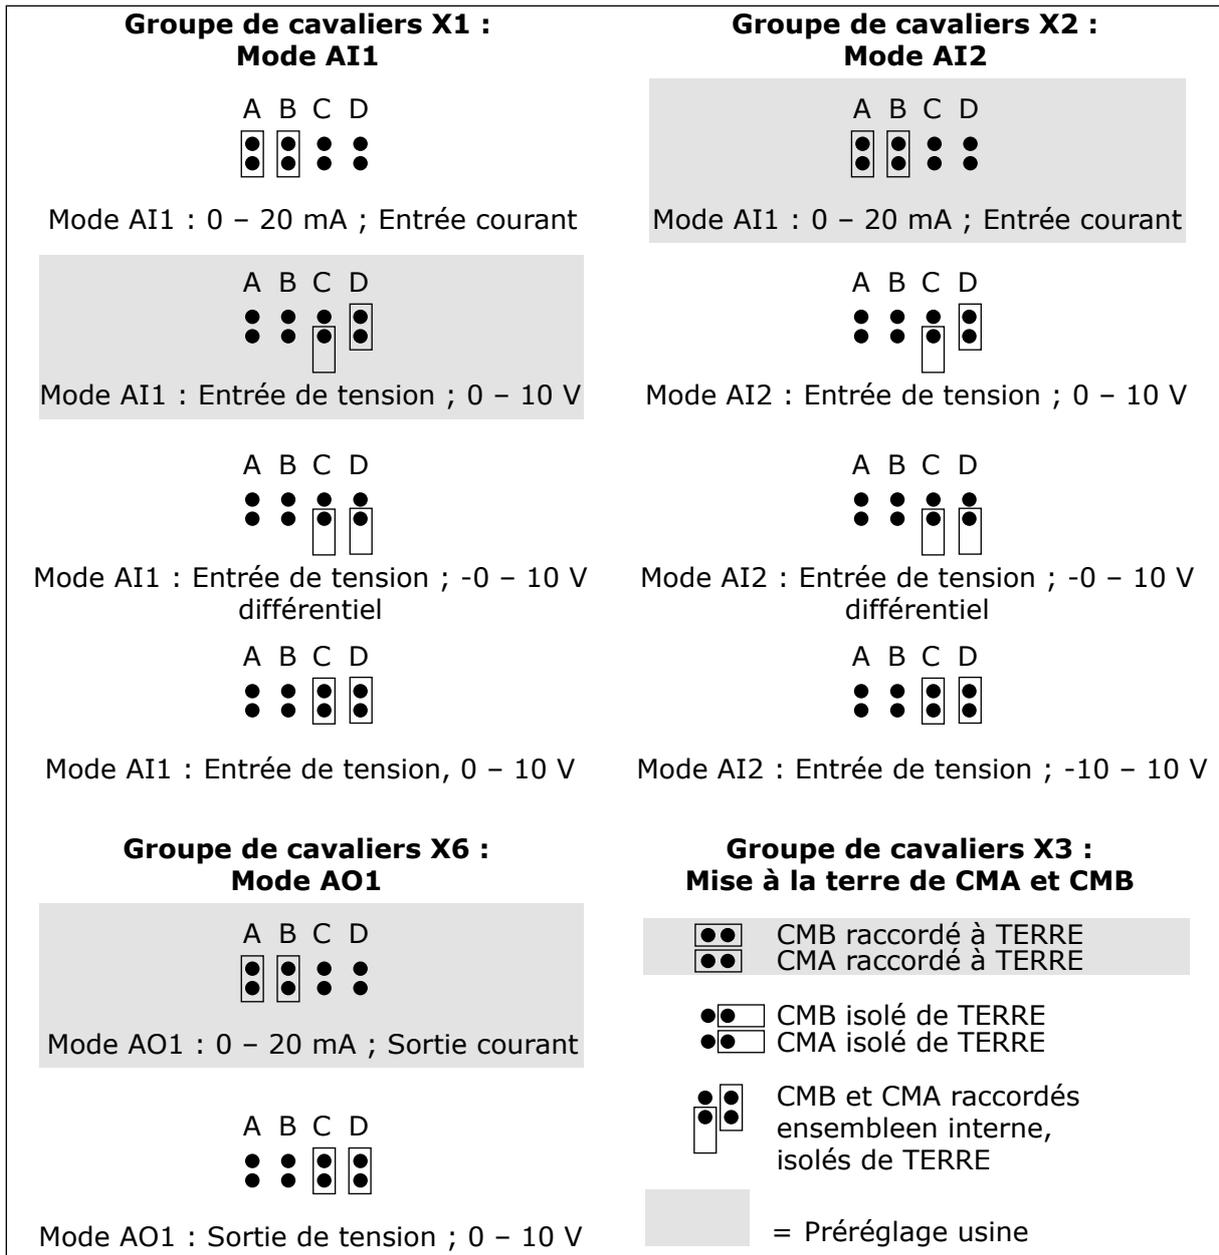

Fig. 26: Positions des cavaliers pour OPTA1
*) Voir Fig. 26 Positions des cavaliers pour OPTA1.